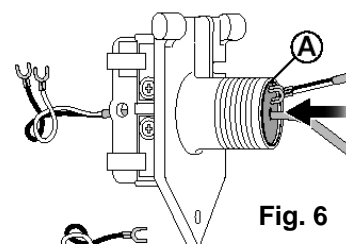
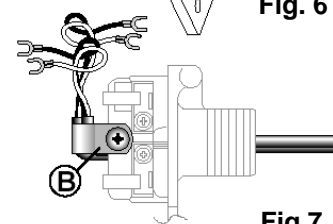

Fig. 6
Fig. 7
3. Infilate il/i cavo/i elettrico/i del Comando Remoto attraverso il bocchettone (A), infilando sufficiente cavo per poter essere fissato con la fascetta in dotazione nel punto (B). (Fig.6 e Fig.7)